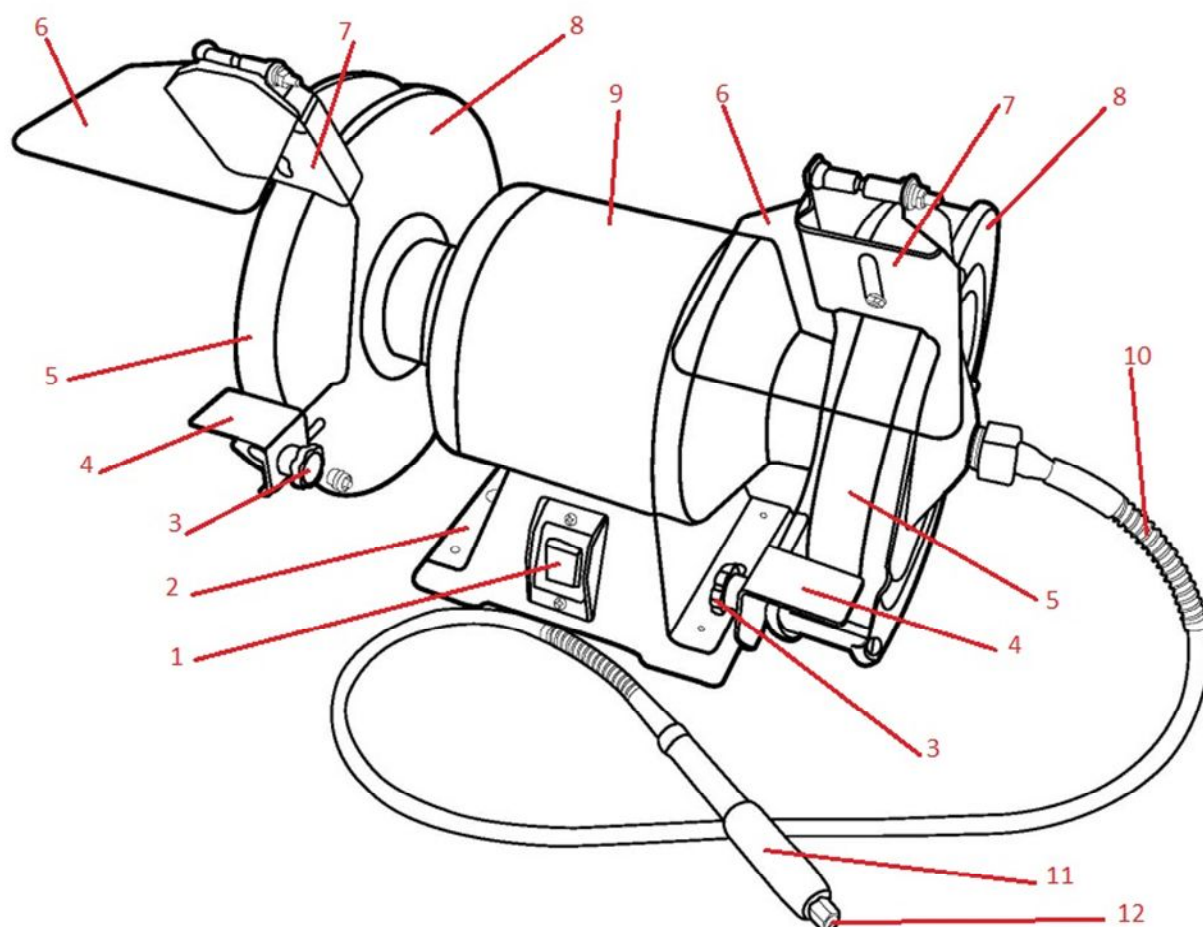
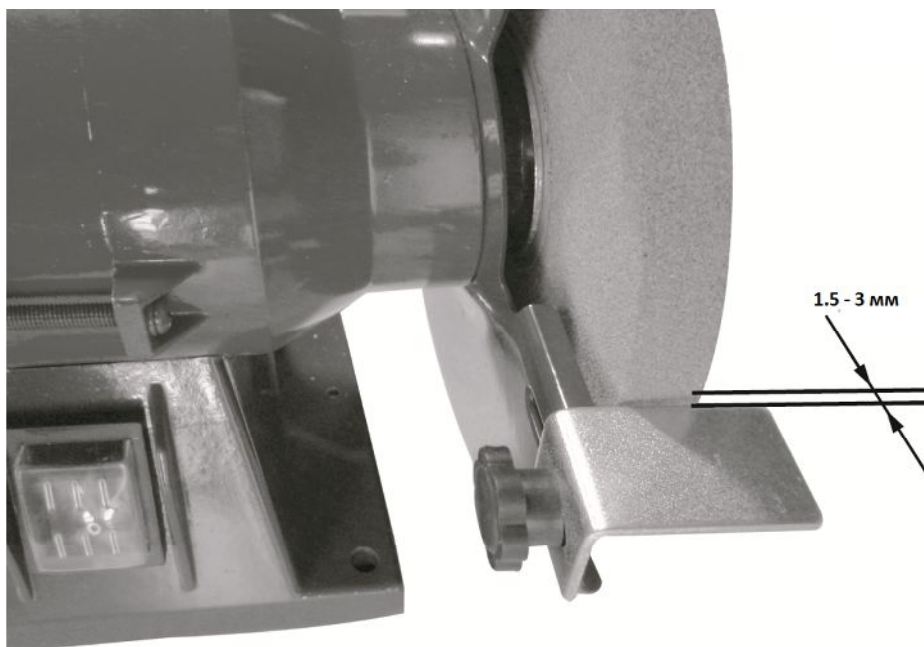

Рис. 1 Принципиальное устройство станка:
Рис. 2 Зазор между шлифовальным кругом и учебником
- прикрепите станок к ровной поверхности верстака или специально оборудованной тумбы через отверстия в станине станка (поз. 2 рис. 1);
- проверьте целостность, прочность крепления защитных кожухов (поз. 8 рис. 1) и защитных экранов (поз. 6 рис. 1) шлифовальных кругов (поз. 5 рис. 1);
- отрегулируйте зазор между шлифовальным кругом (поз. 5 рис. 1) и подручником (поз. 4 рис. 1). Зазор должен не более 3 мм и не менее 1, 5 мм (рис. 2);
- целостность, прочность крепления защитных кожухов (поз. 8 рис. 1) и защитных экранов (поз. 6 рис. 1) шлифовальных кругов (поз. 5 рис. 1), целостность концевых выключателей защитных экранов. При необходимости закрепите защитные кожухи, защитные экраны. При необходимости замените поврежденные защитные экраны;
- зазор между шлифовальным кругом (поз. 5 рис. 1) и подручником (поз. 4 рис. 1). При необходимости отрегулируйте согласно рисунку 2;
Работать на станке с не закрытыми защитными кожухами (поз. 8 рис. 1), неисправными или открытыми защитными экранами (поз. 6 рис. 1).
Регулировать зазор между шлифовальным кругом и учебником при работающем станке (рис. 2).